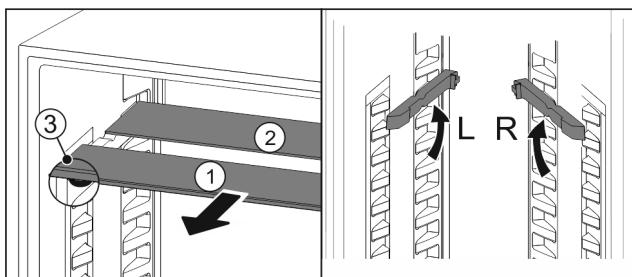

Fig. 110
- ▶ Посьуньте Fig. 110 (1) скляну панель вперед.
- ▷ Скляна панель Fig. 110 (1) з декоративною планкою лежить спереду.
- ▷ Стопори Fig. 110 (3) показують вниз.